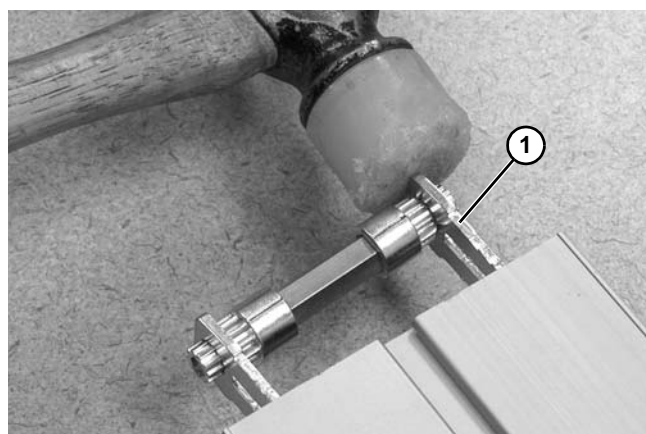
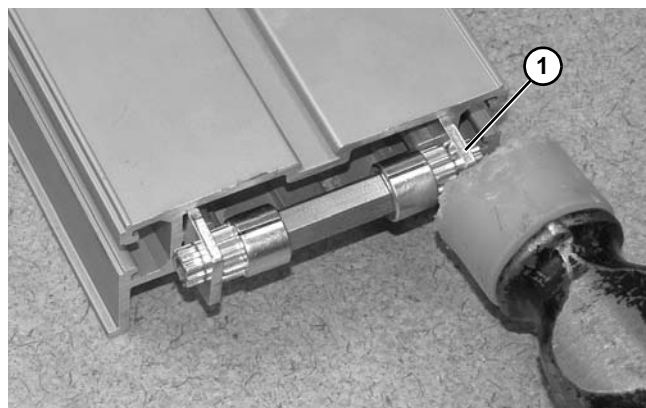

Figura 103
Figura 104
8. Golpee las placas de sujeción de manera alterna (**Figura 103, artículo 1**) y (**Figura 104, artículo 1**) con un martillo hasta que queden totalmente montadas en el armazón del transportador.